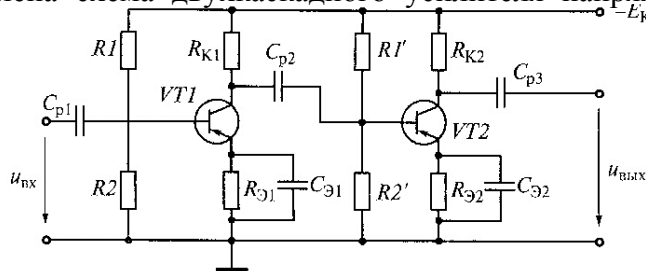
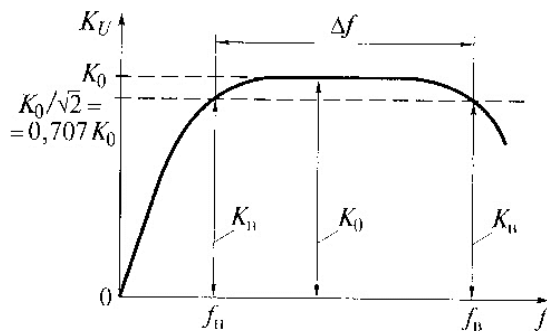

Рис. 6. Двухкаскадный усилитель напряжения
Рис. 7. Амплитудно-частотная характеристика усилителя с RC-связями
26. На рис. 6 представлена схема двухкаскадного усилителя напряжения с резистивно-емкостной связью.
27. На рис. 7 показан график амплитудно-частотной характеристики $K_U = U_{вых} / U_{вх}$ (при постоянном входном напряжении) двухкаскадного усилителя с RC-связями (рис. 6).
28. На рис. 7 показан график амплитудно-частотной характеристики $K_U = U_{вых} / U_{вх}$ (при постоянном входном напряжении) двухкаскадного усилителя с RC-связями (рис. 6). Почему уменьшается коэффициент усиления K_U в области высоких частот? (Указать неправильный ответ.)